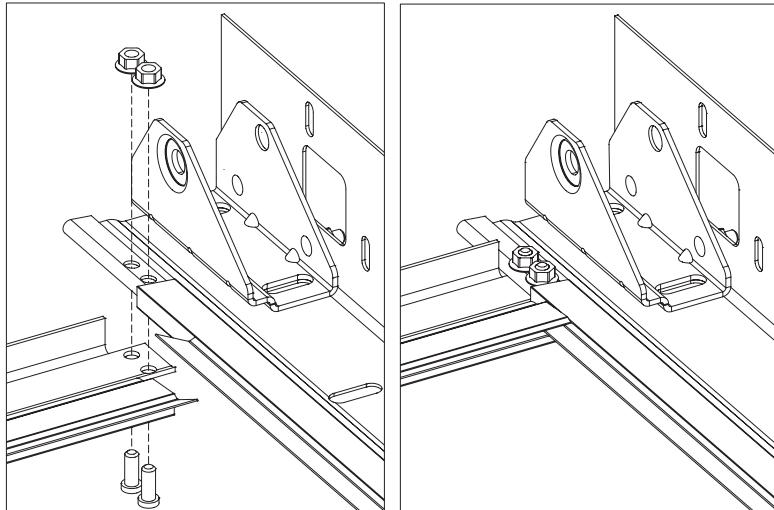

Рис. 7.3. Установка нащельника
- Соединить опорные стойки с нащельником при помощи двух пресс-болтов M6×12 и гаек с буртиком (рис.7.3).